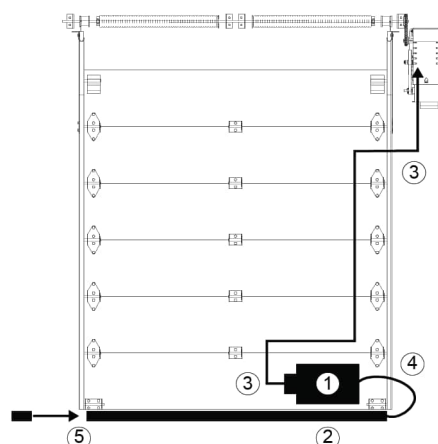

Figura 33 - Borde de detección
1. Colocar el interruptor de aire en posición, consultar la Figura 33.
1. Colocar la caja de conexiones en posición, consultar la Figura 33.